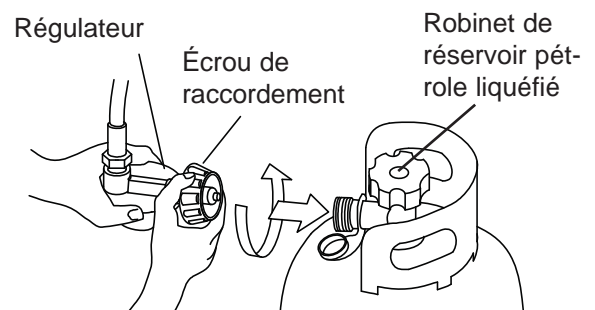

Figure 3. Raccordement du tuyau/régulateur à la bouteille de GPL
- Pour raccorder la bouteille de GPL, insérer leur accord d'extrémité du radiateur dans le robinet de la bouteille, tourner l'écrou de raccordement dans le sens horaire et serrer fermement (voir la Figure 3).